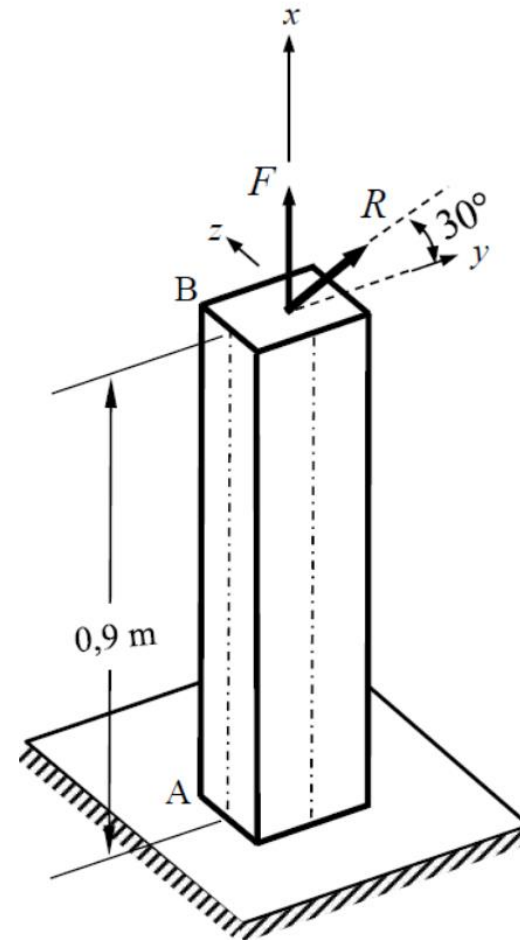
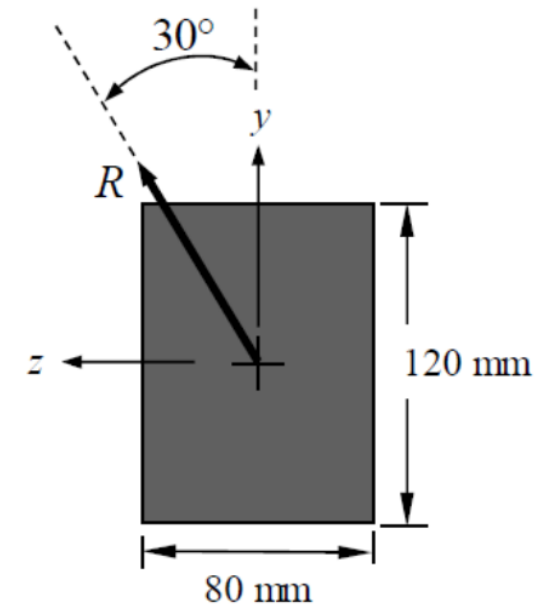

Figure 6a: Poutre et chargement
Figure 6b: section de la poutre
La Figure 6a illustre en isométrie une poutre AB de longueur de 0,9 m. Cette structure de section rectangulaire (voir Figure 6b) est encastée à une extrémité A et libre à l'extrémité B. La charge externe consiste en une force $R = 20$ kN appliquée dans le plan yz , fait un angle de 30° par rapport à l'axe y (voir la Figure 6b) et une force $F = 76$ kN suivant l'axe x appliquées au point B.
b) Identifiez clairement sur la Figure 6b où est situé le point le plus critique.